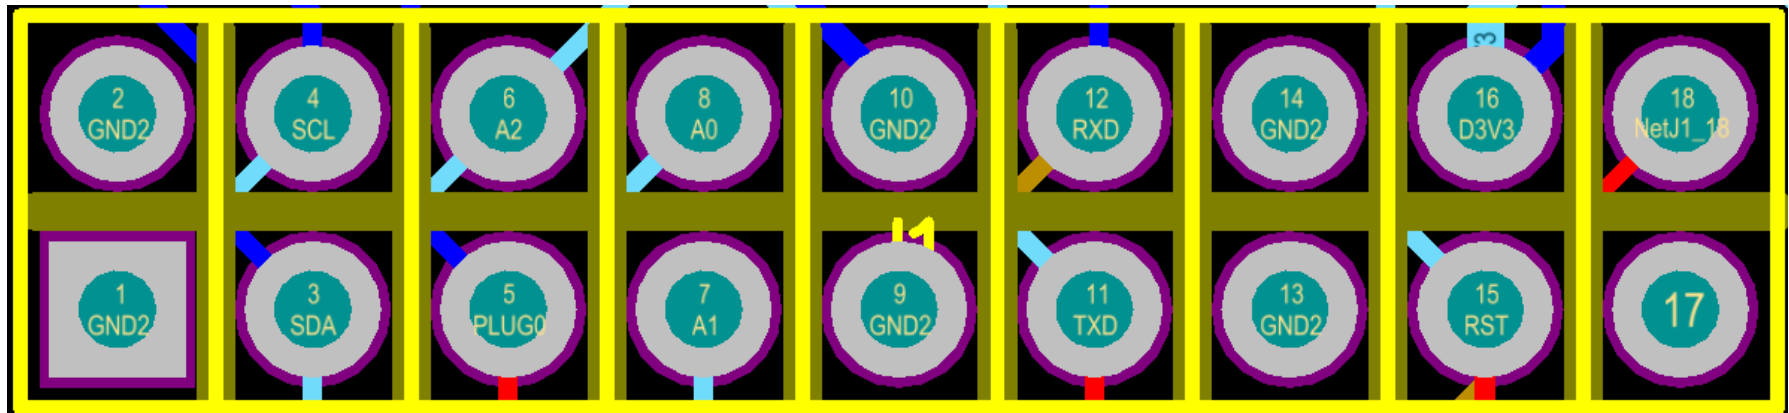

图 8、IO 口各针脚定义
3、IO 口：IO 由 2X9 pitch 2.0 PHSD 90 度直插双排组成。其各针脚定义如下图 8 所示：